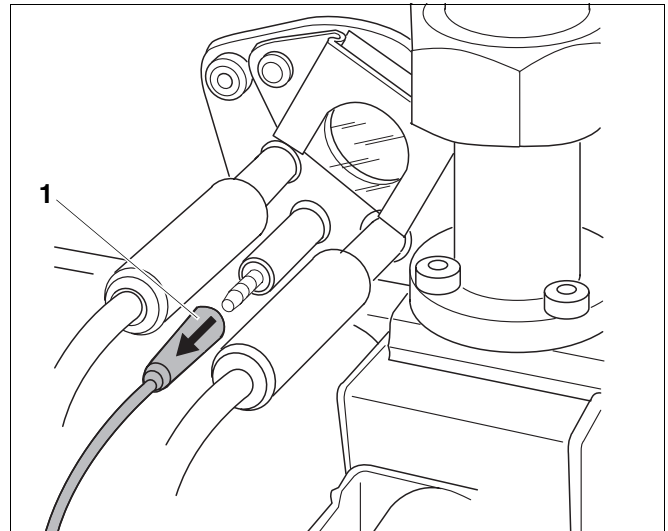

Abb. 17 Flammenüberwachung prüfen; Ionisationskabel am Stecker von Ionisationselektrode abziehen
- Ionisationskabel am Stecker von Ionisationselektrode bei laufendem Brenner abziehen (Abb. 17, **Pos. 1**).